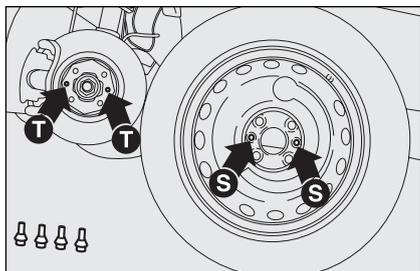

fig. 8
- monter la roue compacte en faisant coïncider les trous **S-fig. 8** avec les pions de centrage correspondants **T**;
- monter la roue normale en faisant coïncider les trous **S-fig. 8** avec les pions de centrage correspondants **T**;